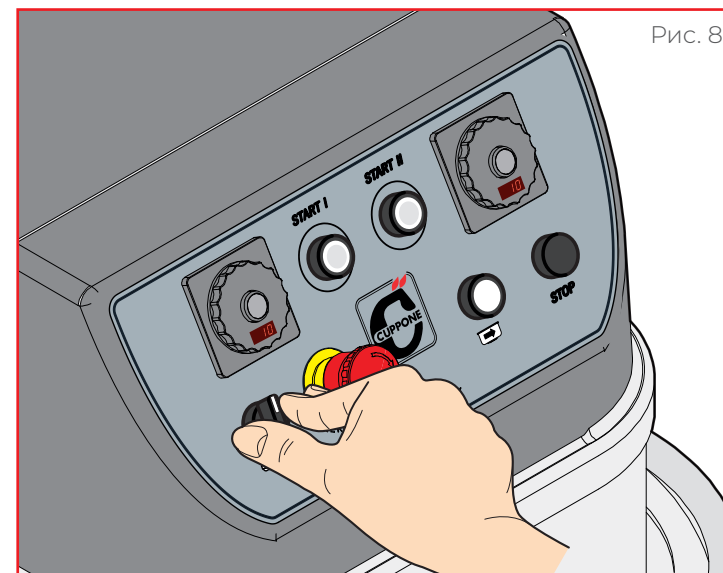

Рис. 8
► **Рис. 8** При повороте **рычага** (7) можно проверить вращение дежи (только в способе **START I** - низкой скорости):